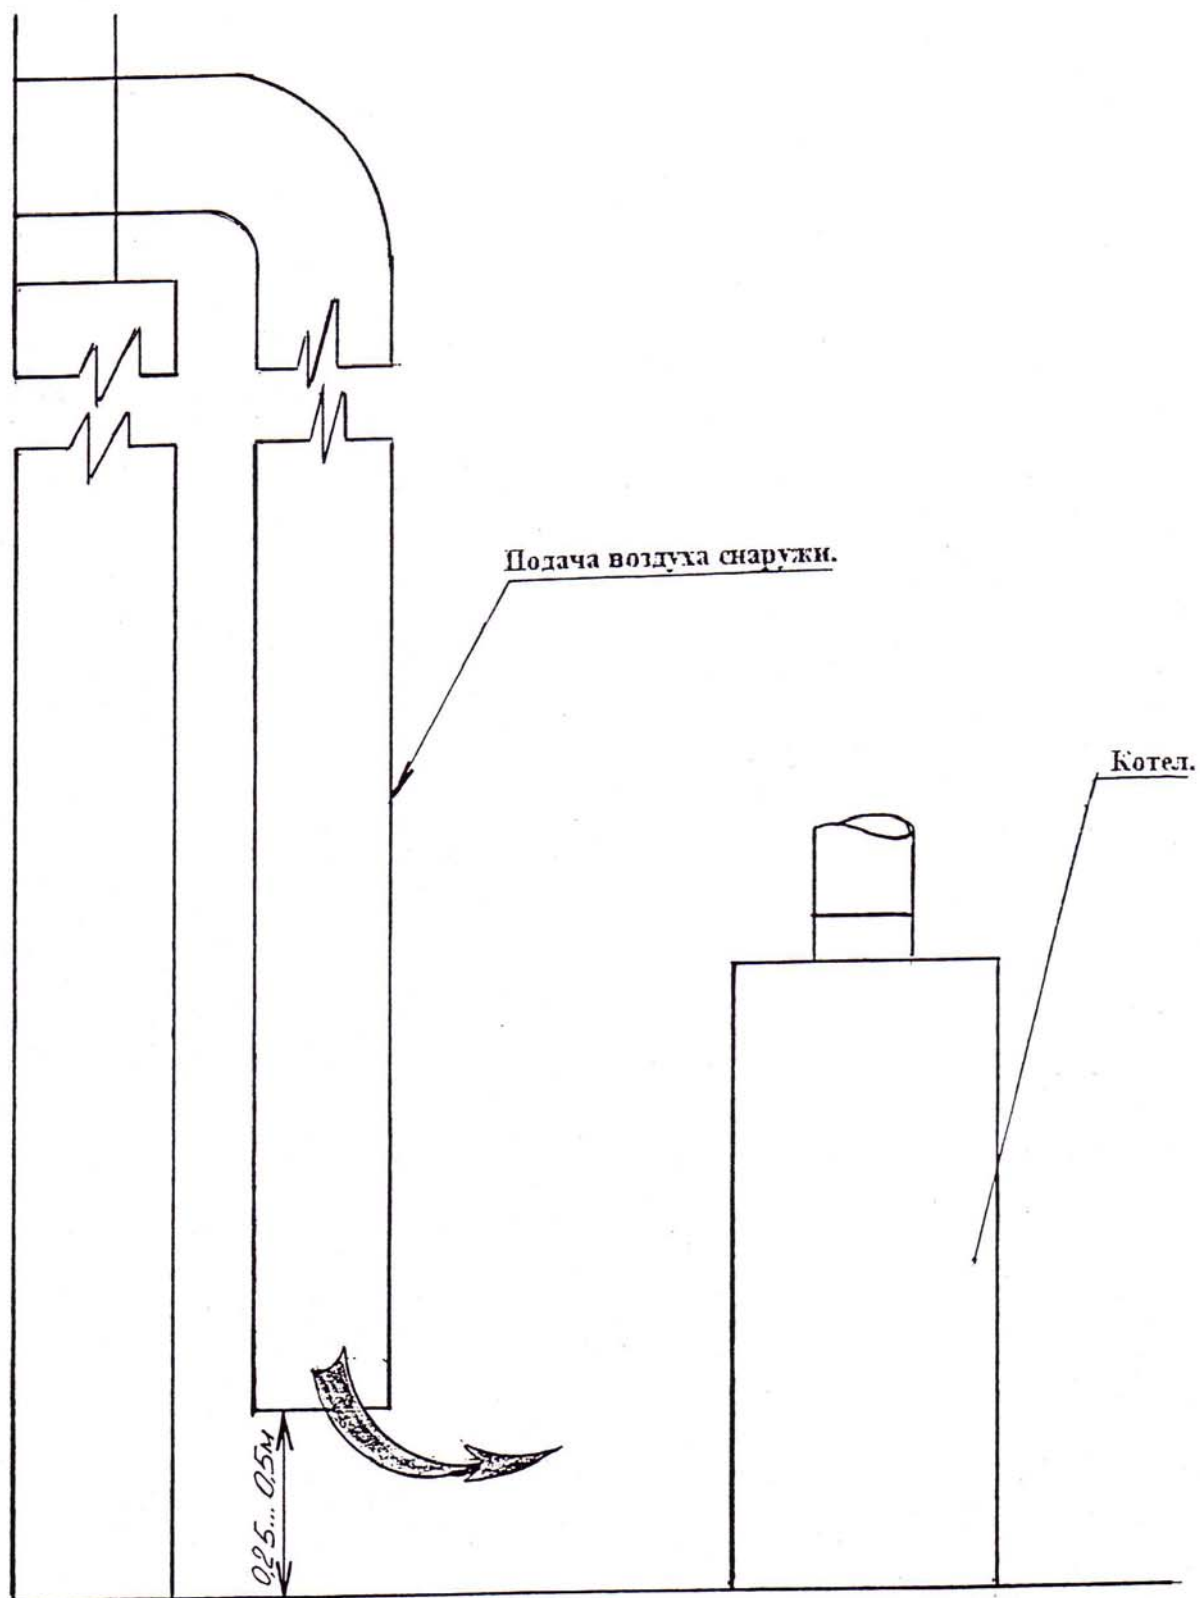

Рис. 8 **Подача воздуха в герметично закрытое помещение.**
5.2. Помещение, где устанавливается котел, обязательно должно иметь свободный доступ воздуха извне и вентиляционную вытяжку у потолка. Необходимый для горения воздух в помещение может поступать через неплотности и щели в окнах, дверях и т.д. Достаточность воздуха, проникающего данным образом в помещение или необходимость устройства специальных каналов /воздуховод, см. рис.8/ зависит от конкретного помещения, мощности котла, наличия других приборов-потребителей воздуха /кислорода/. В данном вопросе рекомендуется посоветоваться со специалистами. В любом случае следует руководствоваться следующими нормами: